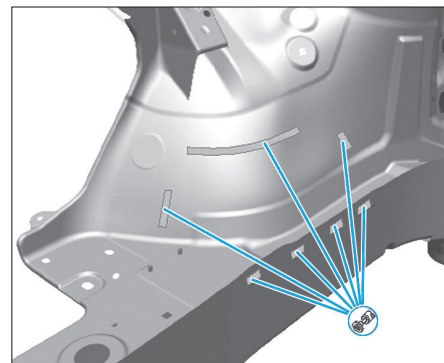

FIG. 4
- Préparer les zones d'accostage et ajouter un apprêt soudable (Fig.4).